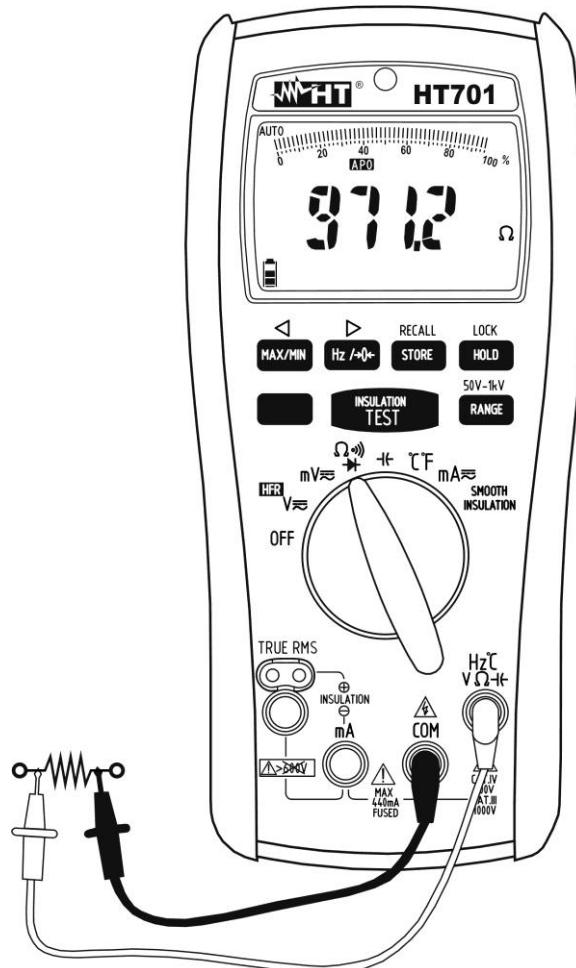

Fig. 6: Uso dello strumento per misura di Resistenza e Test Continuità
3. Inserire il cavo rosso nel terminale di ingresso **Hz°CVΩ-Hz** e il cavo nero nel terminale di ingresso **COM** (vedere Fig. 6)